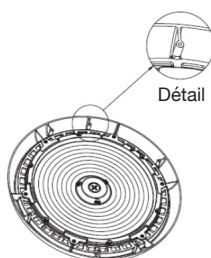

Fig. 21
1. Retirer les 4 vis préinstallées sur le luminaire High Bay. (Fig. 21)